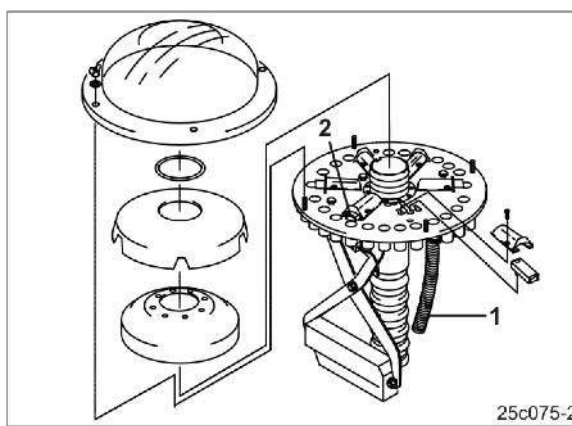

Рис. 126
- Семяпроводы (Рис. 126/1) сошников технологической колеи должны быть закреплены на тех выпускных отверстиях, которые могут закрываться при помощи заслонок (Рис. 126/2).
Для создания двух колеи в распределительной головке может закрываться следующее количество заслонок на одну колею (Рис. 126/2):
- Неиспользуемые заслонки (Рис. 126/2) деактивируйте.